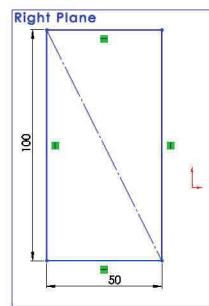

Fig. 5.2a
- Click **Smart Dimension** (Sketch CommandManager) pentru a dimensiona dreptunghiul la înălțimea de 100 mm și lățimea de 50 mm, fig. 5.2a.
- Click **Smart Dimension** (Sketch CommandManager); in order to give the rectangle a 100 mm height and a 50 mm width, fig. 5.2a.